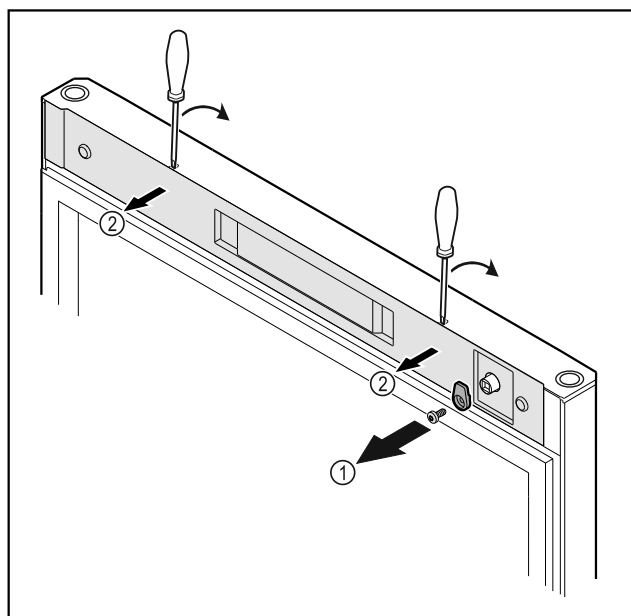

Fig. 53
- Schließhaken Fig. 53 (1) abschrauben.
- Abdeckung Fig. 53 (2) mit einem kleinen Schraubendreher ausrasten und abnehmen.